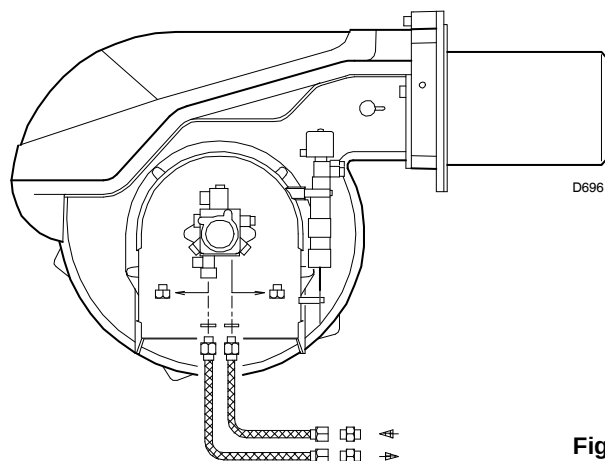

Fig. 20
7.2 Raccordements hydrauliques (Fig. 20)